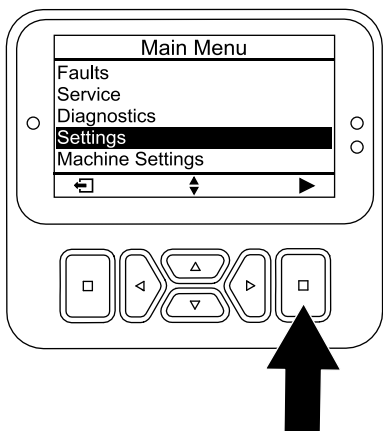

図 27
1. メインメニューから、設定メニューまで下にスクロールし、選択ボタン (図 27) を押します。